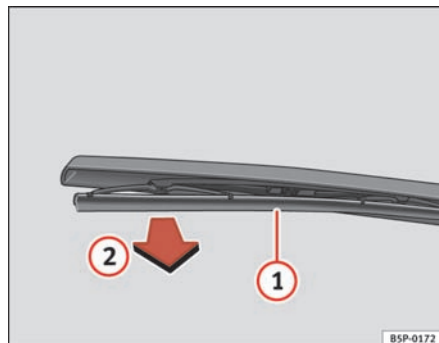

Fig. 172 Cambio de la escobilla del limpiaviento
- Separe el brazo del limpiaviento de la luneta ⇒ fig. 172
- Desenclipe la escobilla ① y tire de ella ②. ⇒ fig. 172